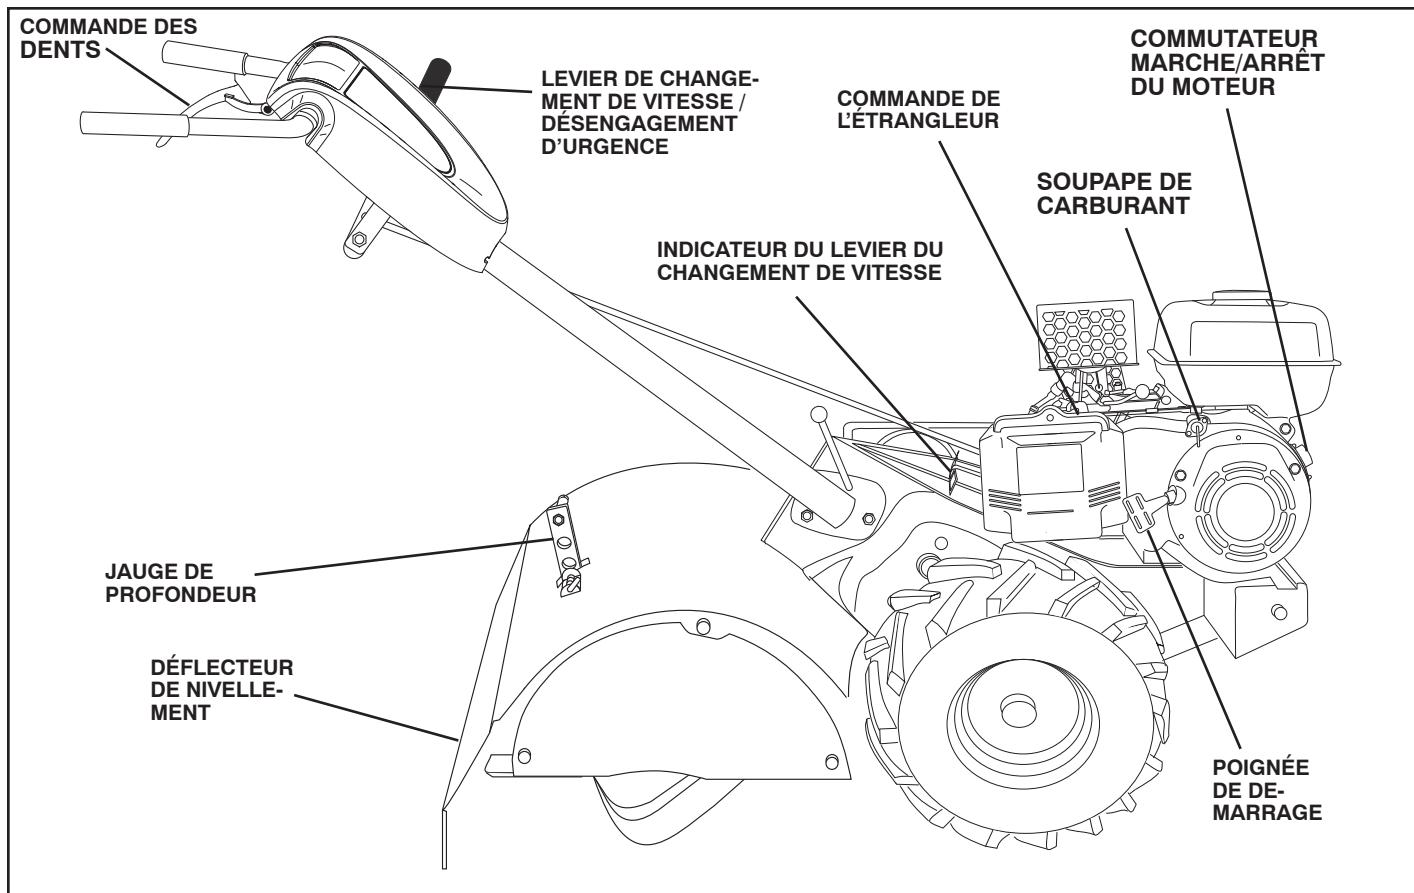

Fig. 7
- Assurez-vous que l'indicateur de levier de changement de vitesse est en position point mort ("N") (Voir la Fig. 7).
Assurez-vous de connaître toutes les commandes avant d'ajouter l'essence, l'huile ou avant de démarrer le moteur. ARRÊT (Voir la fig. 7)